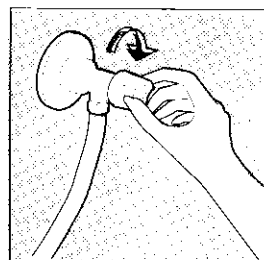

Fig. 26
- 25) Fermez le robinet de l'eau (Fig. 26).